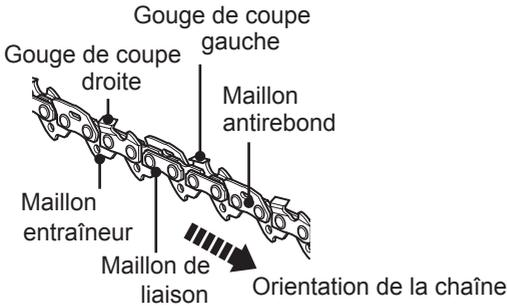

Fig. 39
2. La différence de hauteur entre la dent et la crête représente la profondeur de coupe. Lors de l'affûtage de la chaîne (13), il faut tenir compte des points suivants (Fig. 39).